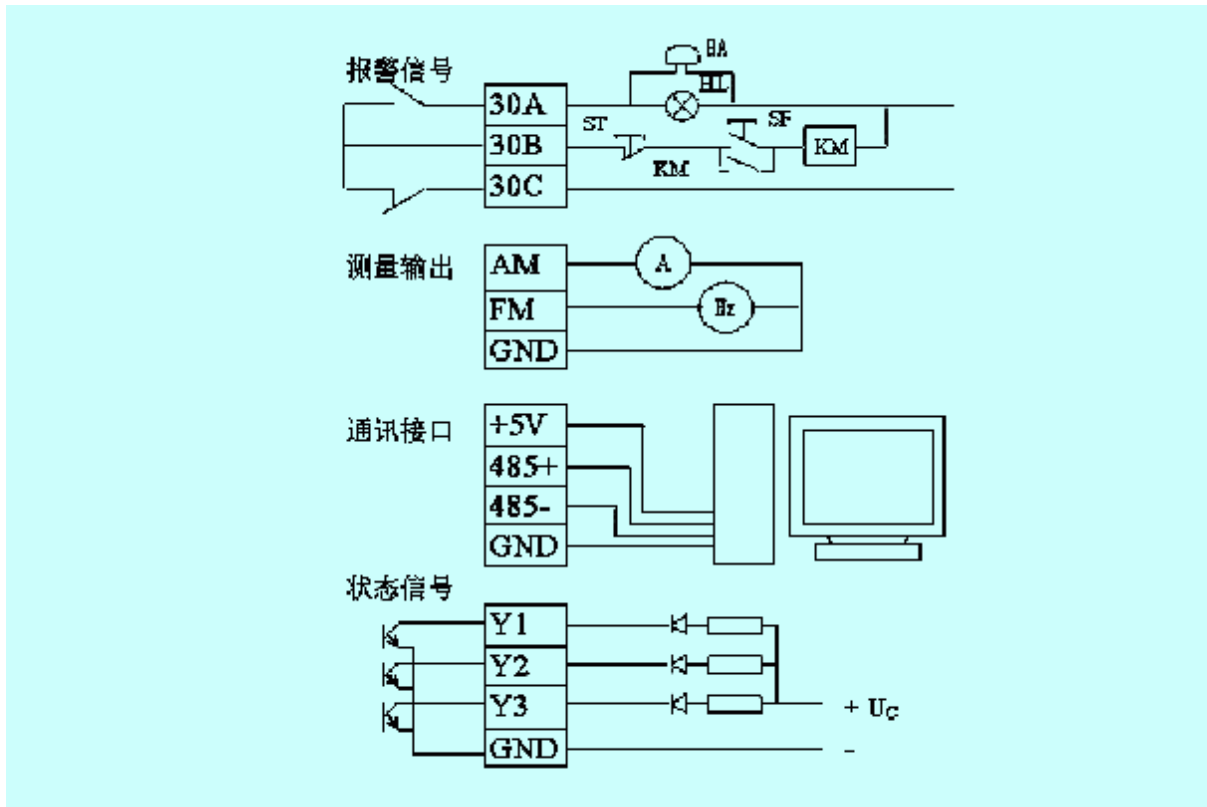

图 8-10 外接输出基本接法
(1) 报警输出: 使用继电器输出端 30A 30B 30C (见图 8-10)继电器的触点为 250V/1A 可直接用;